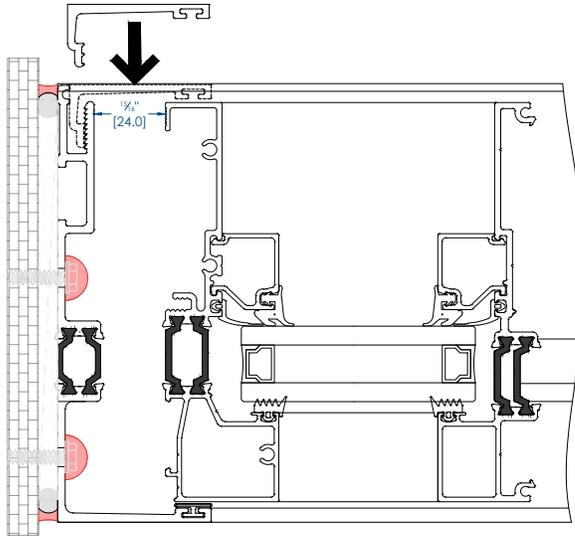

FIG. 3
- Un support temporaire doit être installé pour sécuriser l'unité. **Voir FIG 3.**